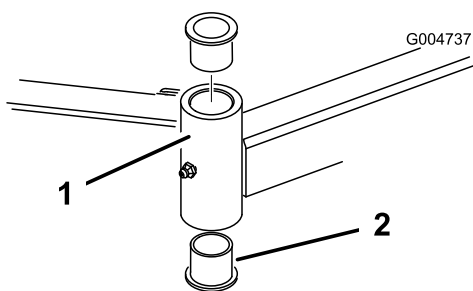

図 29
4. ピンポンチを使って、チューブの上または下からブッシュをたたき出す(図 29)。他のブッシュも、同様にしてチューブから取り外す。チューブの内部をきれいに清掃する。